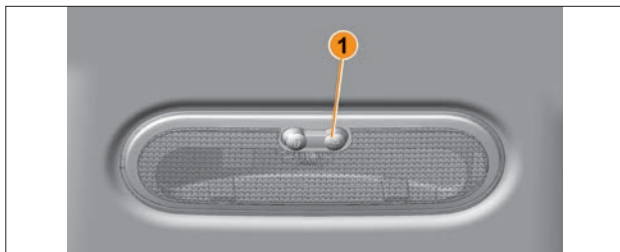

Рис. 4.2.2. Плафон освещения мест задних пассажиров
**В варианном исполнении** автомобиль комплектуется плафоном освещения мест задних пассажиров (рис. 4.2.2). Трехпозиционная клавиша выключателя 1 обеспечивает следующие режимы работы освещения: